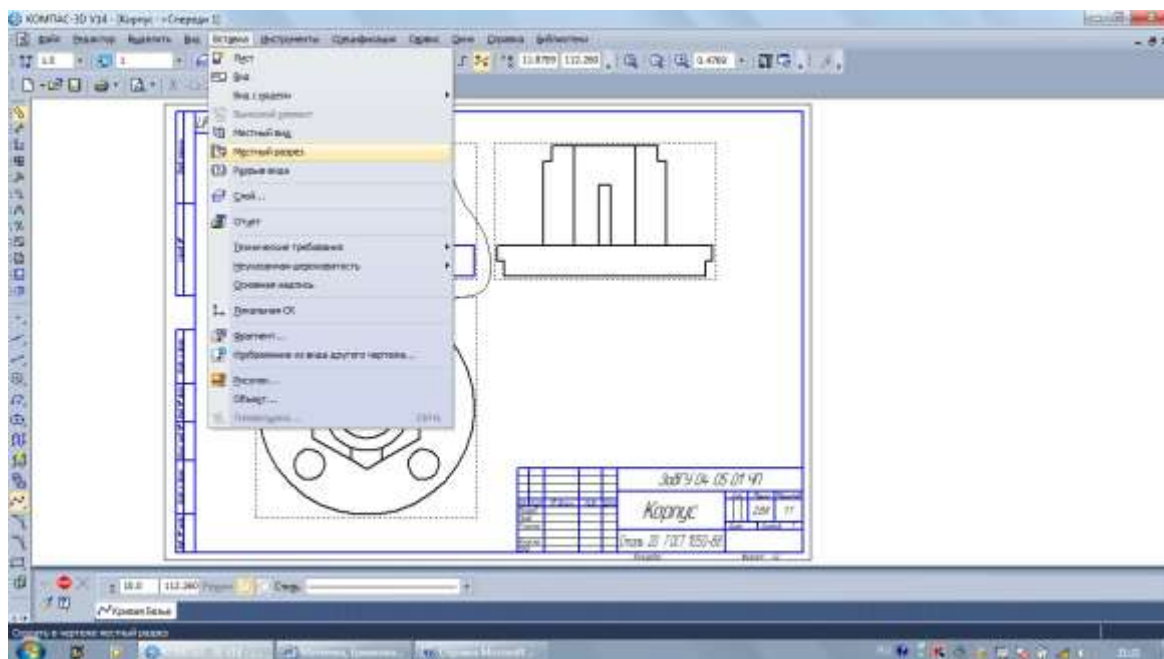

Рис. 4. Выбор команды *Местный разрез*
3. В строке **Меню** откройте страничку **Вставка** и активизируйте команду **Местный разрез** (рис. 4).